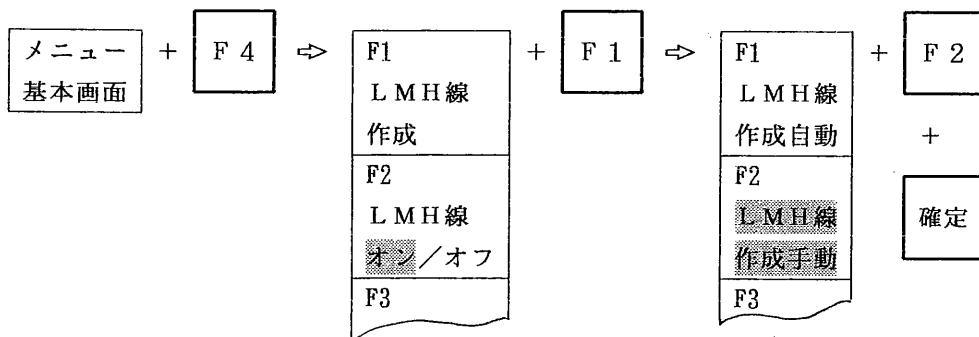

図 9.3.5 L M H 線手動作成の手順
- ① 先ず探触子を走査して、最もエコーが高くなった位置でも、そのエコーが飽和しないように、ゲインを調整します。
- ② メニューエリアにメニュー基本画面が表示されている状態で、選択キー [F 4] を1回押します。図 9.3.5 のような選択メニューが表示されます。